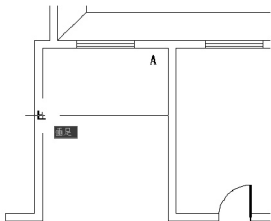
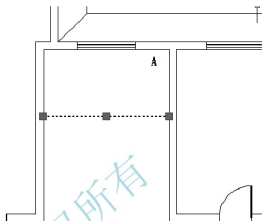

图 2.110 垂足捕捉
图 2.111 显示冷夹点
② 在**指定下一点或【放弃(U)】**:提示下,将光标水平向左拖动到如图 2.110 所示处,出现垂足捕捉后单击,按 Enter 键结束命令。
(3) 利用夹点编辑生成其他踏步线。
① 在无命令时单击刚才所绘制出的直线,在直线的左、右端点和中点处将出现蓝色的冷夹点,如图 2.111 所示。